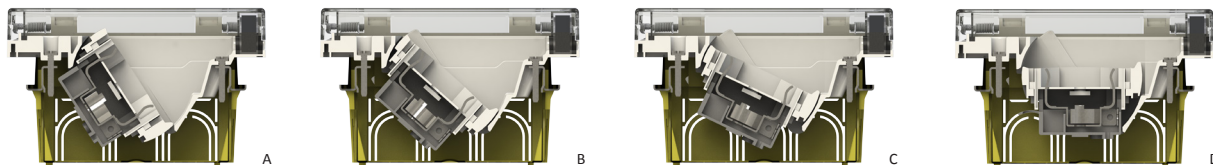

fig. 4
- Trate de mover el soporte basculante mientras se asegura de su completo movimiento (fig. 4-A,B,C,D).
- Essayer de faire bouger le support inclinable afin de vous assurer qu'il peut effectuer un mouvement complet (fig. 4-A,B,C,D).